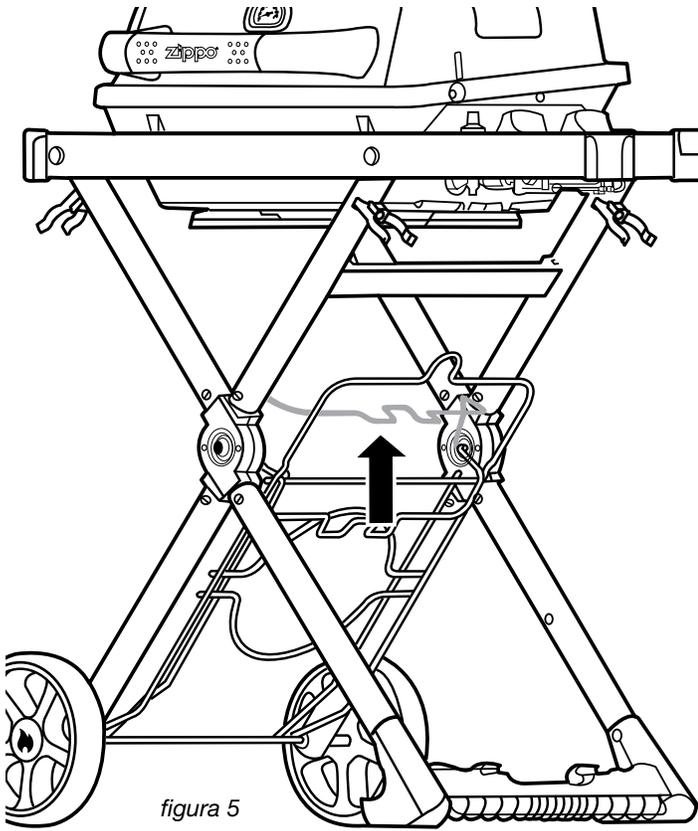

figura 5
Levantarse (33) el Retenedor del Tanque para liberar (32) la Ménsula de Soporte del Tanque como se muestra en la figura 5.